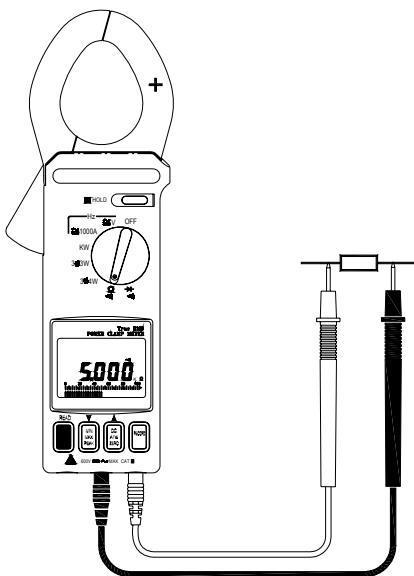

Figura 16
2. Connettere il puntale nero sul terminale COM e il puntale rosso sul terminale '+'. Consultare Figura 16.
3. Connettere i puntali al circuito da misurare e leggere il valore di resistenza visualizzato. Consultare Figura 16.